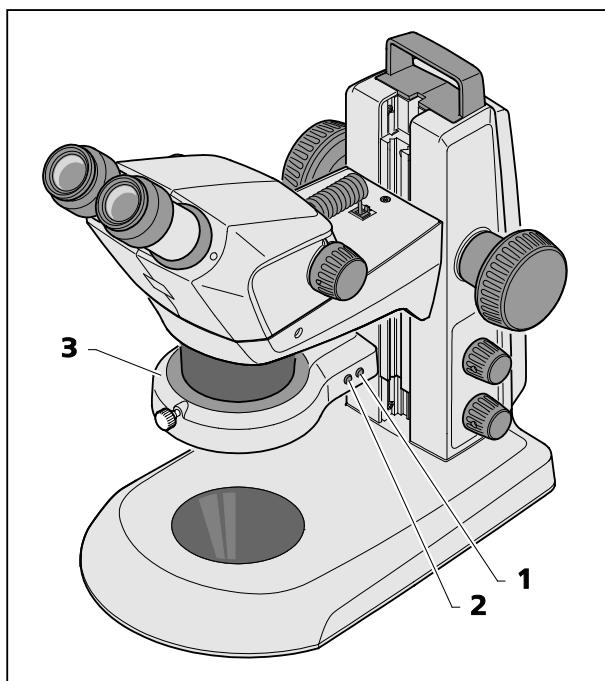

图23 环状光源
- 依次按下前端按钮 (图23/2) 可以在四种不同的环状光源 (图23/3) 照射状态中切换：
- 单击后侧按钮 (图23/1)，所设部位将以顺时针方向每次转动四分之一圈。
- 长按至少 2 秒后侧按钮 (图23/1)，所设部位将持续旋转（每一步 $1/8$ 圈，每转一次 1 秒）。
- 再点击一次后侧按钮 (图23/1) 转动将停止，观察对象再次从后面发光。